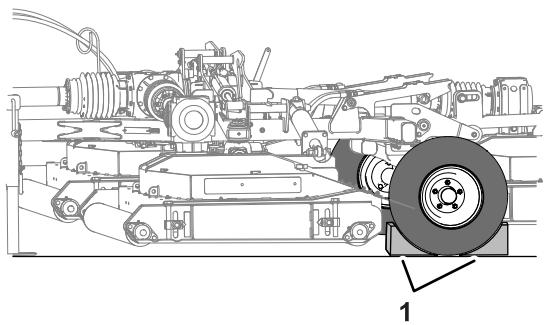

Figura 24
- Calce ambas ruedas del cortacésped (Figura 24).